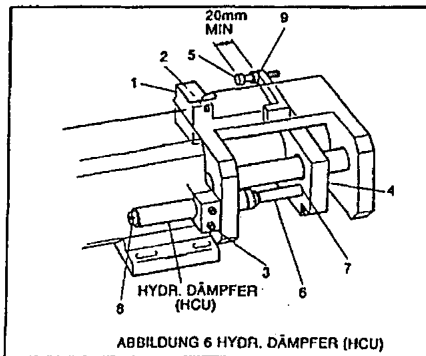

ABBILDUNG 6 HYDR. DÄMPFER (HCU)
EINSTELLUNG DES BOHRBETRIEBS (siehe Abbildung 6)
Endgültige Tiefeneinstellung mit Hilfe von (8), Abbildung 6, vornehmen.
Mit Hilfe von (8), Abbildung 6, festziehen.